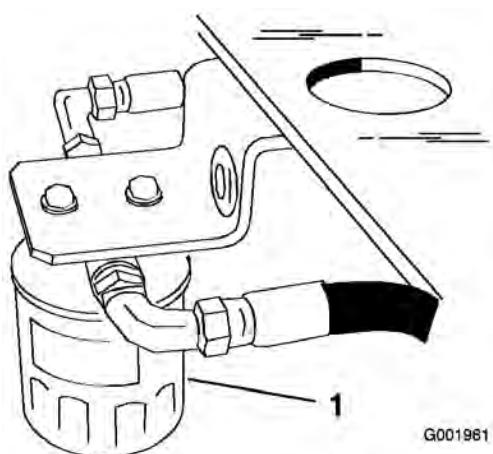

Figura 65
- Localice el filtro debajo del depósito de combustible, y coloque un recipiente debajo del filtro (Figura 65).